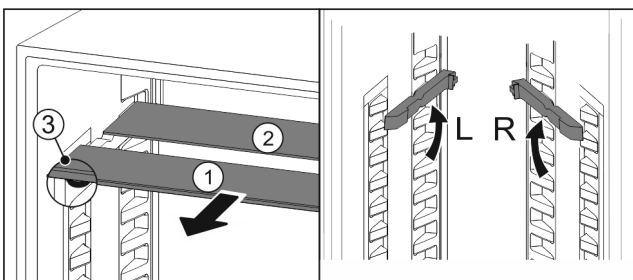

Fig. 69
- ▶ Посуньте Fig. 69 (1) скляну панель вперед.
- ▷ Скляна панель Fig. 69 (1) з декоративною планкою лежить спереду.
- ▷ Стопори Fig. 69 (3) показують вниз.